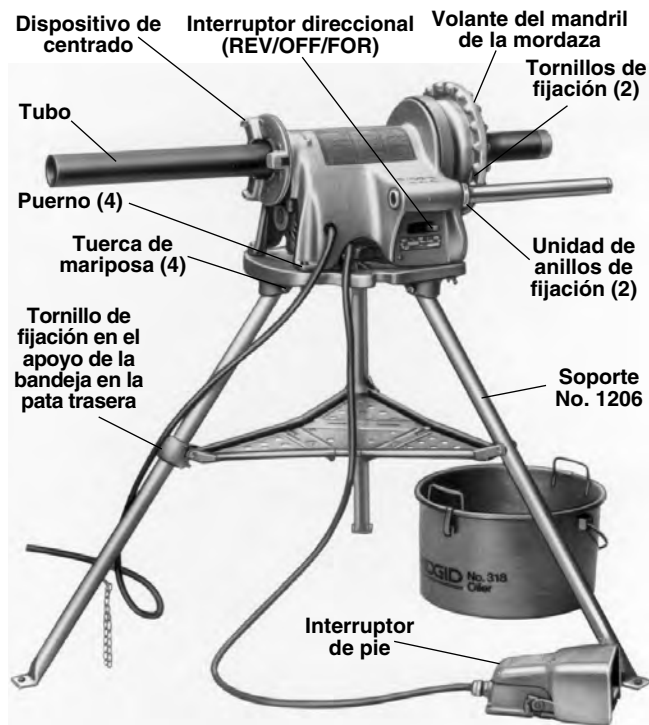

Figura 3 – Accionamiento Autopropulsado No. 300 montado sobre el Soporte No. 1206 junto a la Aceitera No. 418
- Ubique el tornillo de fijación en el apoyo de la bandeja en la pata trasera (Figura 3).
2. Monte el Accionamiento Autopropulsado en el soporte empleando los pernos y las tuercas de mariposa (Figura 3).
1. Asegure que el Accionamiento Autopropulsado esté desenchufado y que su interruptor direccional se encuentra en la posición de OFF (apagado) (*Figura 3*).
4. Asegure que el interruptor de pie esté presente y acoplado a la Roscadora (*Figura 3*).
4. Si la pieza de trabajo se extiende más allá de cuatro (4) pies del Accionamiento Autopropulsado, use uno o más soportes para tubos. Así se evita un volcamiento y la oscilación del tubo.
5. Si la pieza de trabajo se extiende más allá de Accionamiento Autopropulsado, rodee la zona de trabajo con barreras para dejar un mínimo de tres (3) pies de espacio libre alrededor del Accionamiento Autopropulsado y la pieza de trabajo. Esta "zona de seguridad" impedirá que otros se acerquen a la máquina y a la pieza de trabajo. De lo contrario, personas pueden volcar la máquina o quedar enganchadas en sus partes movibles.
6. Si se hace necesario, llene la Aceitera No. 418 con Aceite para Roscar RIDGID. Colóquela debajo de la parte delantera del Accionamiento Autopropulsado (Figura 3).